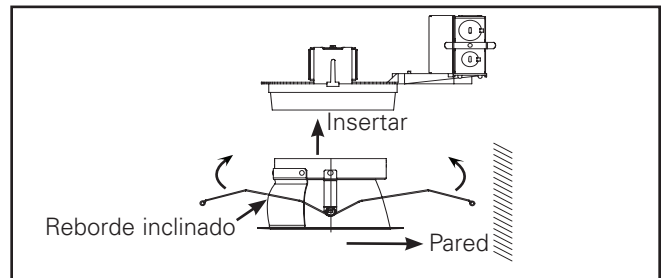

Figura 12.
9. Opción de bañador de pared Para la instalación de la moldura (Figura 12.).